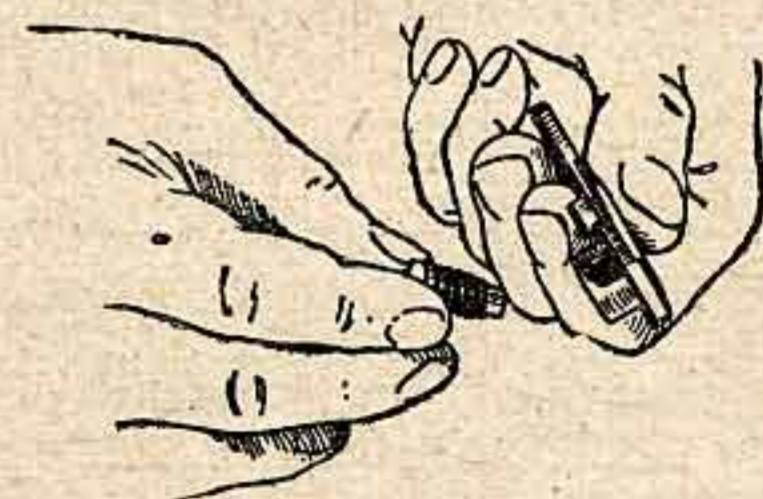

Рис. 48. Как отделить гнеток переводчика от основания разобщителя
5. Отделить гнеток переводчика с пружиной от основания разобщителя (рис. 48).